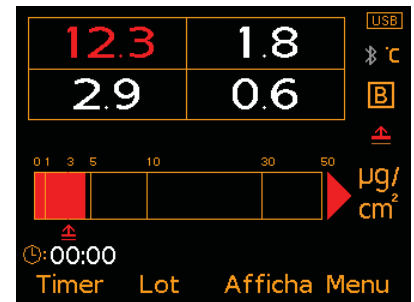

Fig. 5: Mesures x 4 & Graphe barre
- **Graphe barre (Fig. 5)** : représentation analogique de la valeur en cours et de la valeur maxi (Hi), mini (Lo) et Moyenne ( $\bar{x}$ ). Le graphique est automatiquement mis à jour à chaque nouvelle mesure.